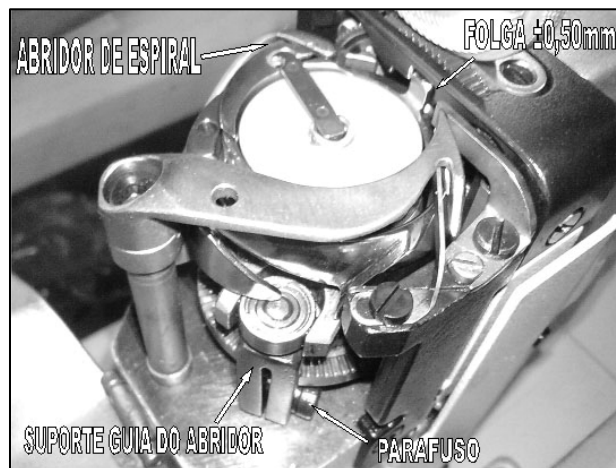

Fig. 13
4. Coloque a trava da lançadeira centralizada entre os cavaletes da chapa de agulha, mantendo o abridor de espiral encostado na lançadeira (Fig.13).